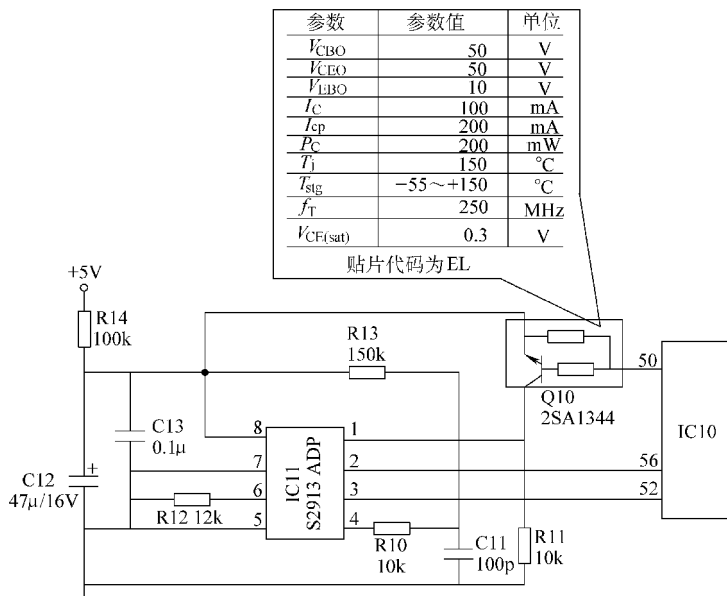

图 4-66 室外机 E2PROM 部分电路截图
出现此类故障时，首先检查电源插头是否接触良好。若接触不良，则应修复或重插；若接触良好，则检查遥控器是否有电。若遥控器异常，则应修复或更换；若遥控器正常，则通电开机观察空调器运行情况。若运行灯闪，但不能开机，则可能是室外机 E2PROM 部分电路（见图 4-66）有故障，此时用万用表检测 E2PROM (IC11 S2913ADP) 的③脚电压是否正常。若③脚无电压，则说明故障出在 E2PROM 上。实际维修中，因 E2PROM 插座氧化而引起此类故障较常见。